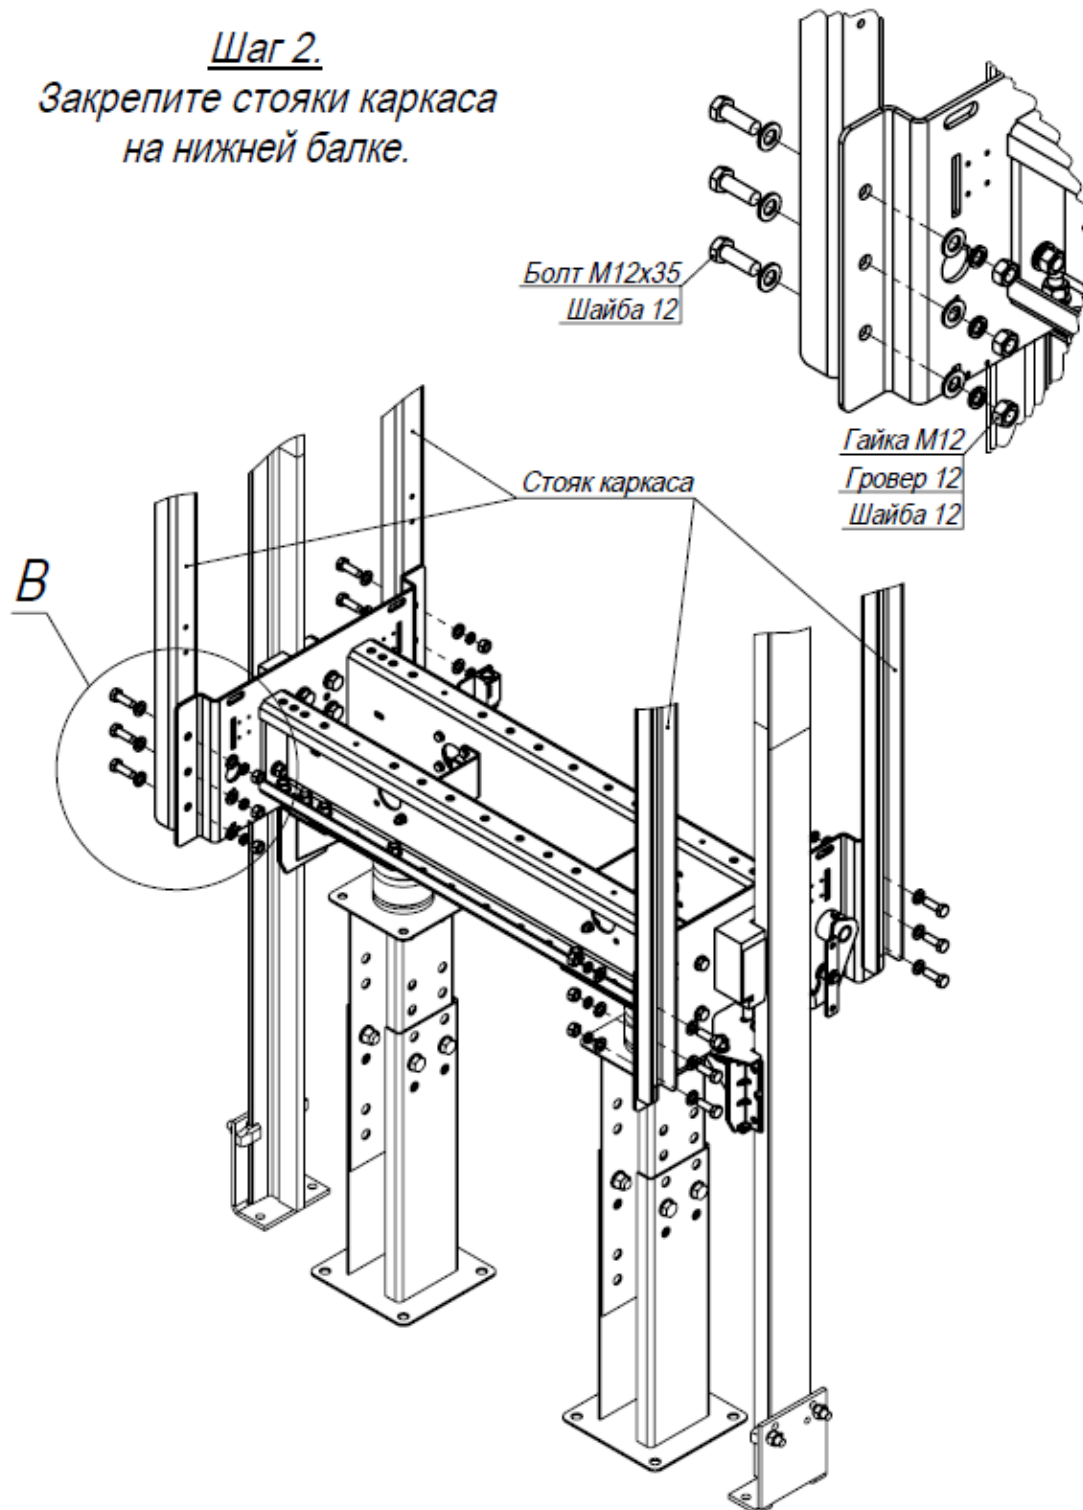

Рис. 17
7.1.2 Закрепить стояки каркаса на балке (рис. 17).